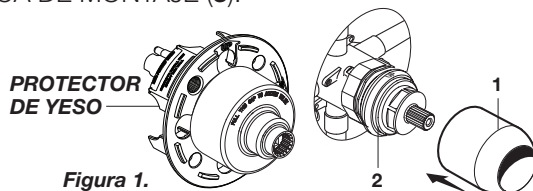

Figura 1.
- **Figura 1.** Retire el protector de yeso y la tapa del cartucho de la válvula. Empuje la TAPA (1) por encima del CARTUCHO DE LA VÁLVULA (2) hasta que esté apoyada contra el dispositivo de retención.